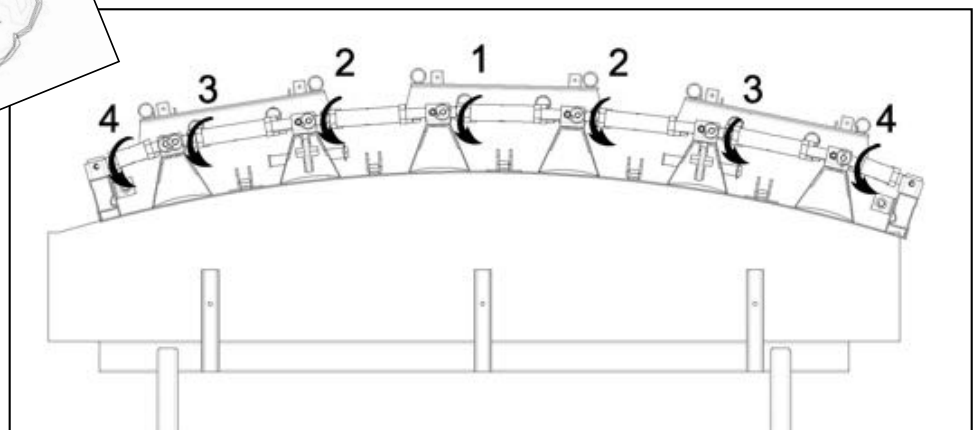

Fig 11 : Cintrage de la banche (en vis à vis)
- Démarrer par le vérin central et cintrer de proche en proche les vérins latéraux (voir figure 11) à l'aide d'une clef de 46 (ref.FCLE46).